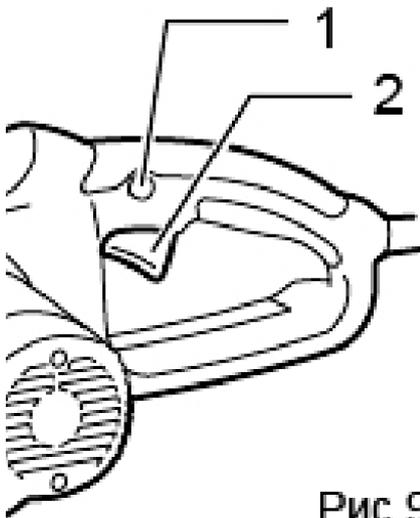

Рис. 9
- Затем одновременно нажмите стопорную кнопку (1, Рис. 9) и клавишный выключатель (2, Рис. 9) на ручке цепной пилы, после чего цепь придет в движение и можно приступать к работе.